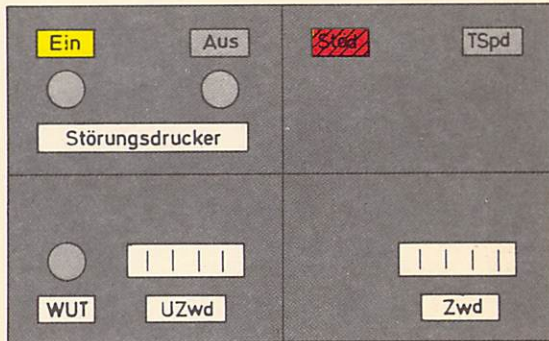

Bild 53
- (3) Erlischt ein Melder unzeitig oder bleibt er wider Erwarten dunkel, ist die Meldelampe vom Wärter auszuwechseln. Wird beim Auswechseln einer Meldelampe der Glaskolbert zerstört, darf der Lampensockel nur vom signaltechnischen Beamten entfernt werden.
- (4) Eine Störung des Störungsdruckers wird durch den rot blinkenden Störungsdruckerstörmelder angezeigt (vgl. Bild 53). Gleichzeitig ertönt der Wecker. Mit dem Abschalten der akustischen Anzeige wechselt das rote Blinklicht in rotes Ruhelicht. Der gestörte Störungsdrucker ist durch Bedienen der Druckerausschalttaste und der Bahnhofstaste auszuschalten.